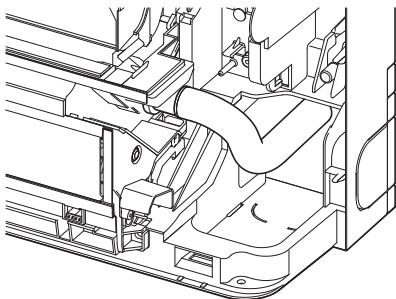

Fig. 5-4
- Συνδέστε το σωλήνα αποστράγγισης μέχρι το τέλος της διαδρομής στη του δοχείου αποστράγγισης. (Fig. 5-4)